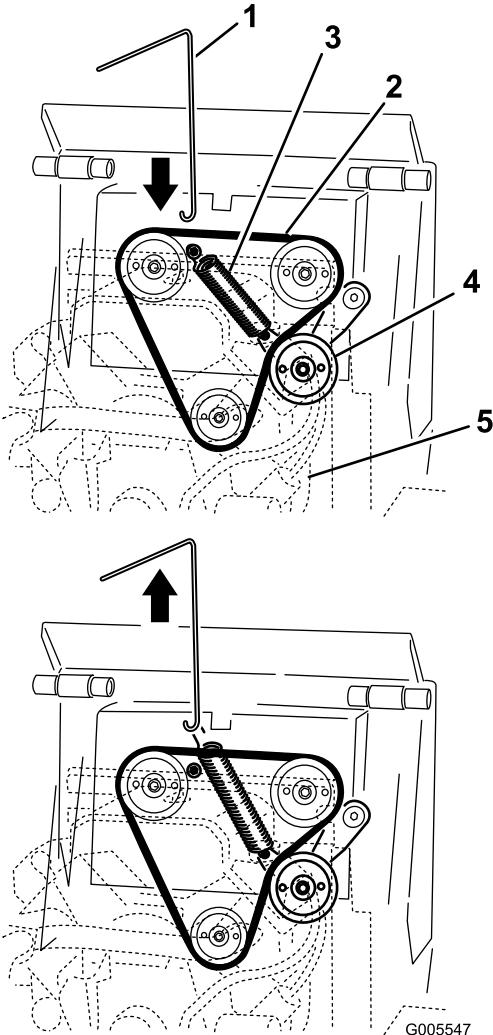

Figura 47
- Conecte el gancho de la Herramienta para la Retirada de Muelles al gancho del muelle de la polea tensora, y desenganche el muelle del espárrago según se muestra en Figura 47.